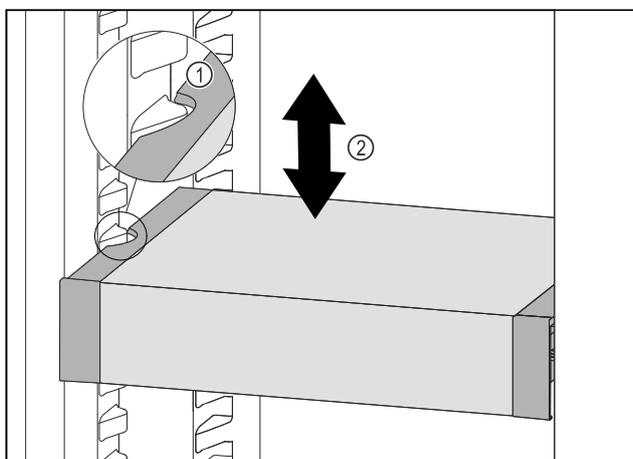

Fig. 109
- Tirer le VarioSafe vers l'avant jusqu'à ce que les encoches latérales du VarioSafe soient à la hauteur de la nervure du bac dans la partie réfrigérateur. Fig. 109 (1)
- Déplacer le VarioSafe vers le haut ou vers le bas dans la partie réfrigérateur jusqu'à ce que la hauteur souhaitée soit atteinte. Fig. 109 (2)